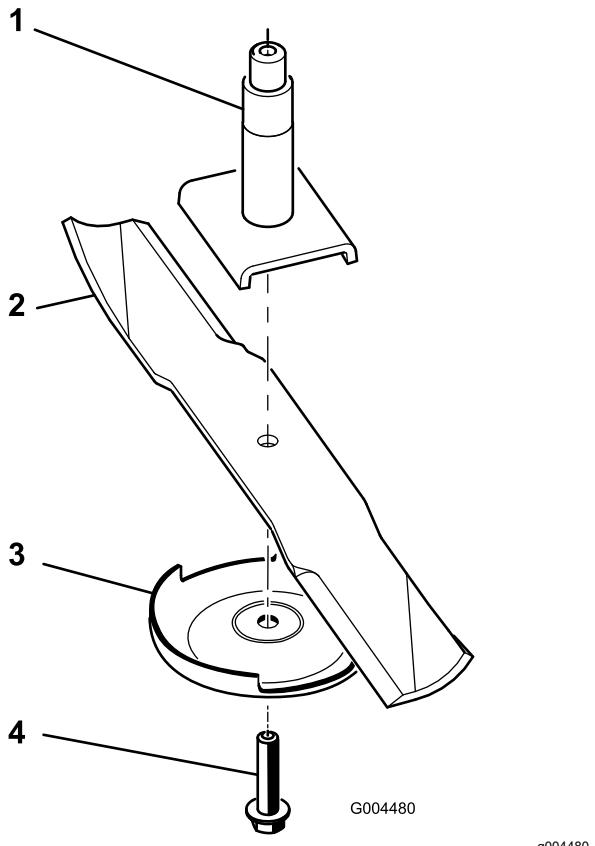

Figure 28
Remarque: Si la lame reste horizontale, elle est équilibrée et peut être utilisée. Si la lame est déséquilibrée, limez un peu l'extrémité de l'ailette seulement (Figure 28). Répétez la procédure jusqu'à ce que la lame soit équilibrée.
2. Enlevez le boulon, la plaque anti-scalp et la lame de l'axe de pivot (Figure 28).
- Placez la lame sur l'axe (Figure 28).
- Montez la plaque anti-scalp et le boulon de lame (Figure 28).